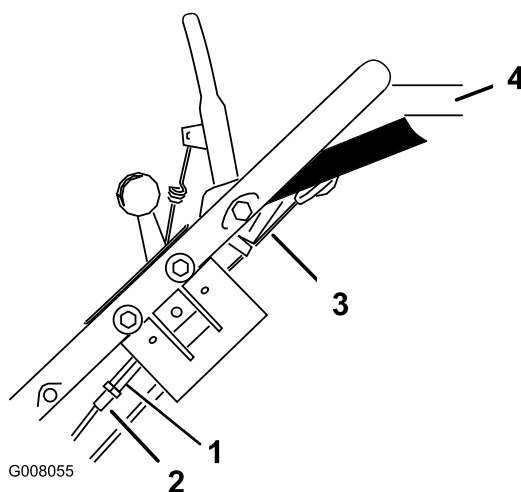

Figura 28
1. Afloje la tuerca del tensor (Figura 28).
2. Gire el tensor hasta eliminar la holgura del cable expuesto (Figura 28).